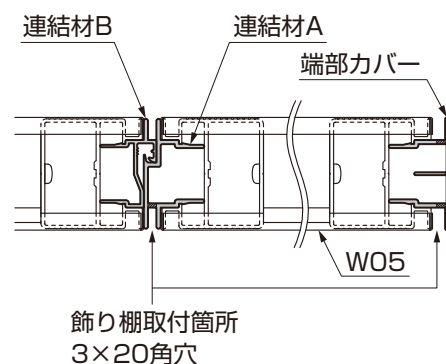

図4-9
- パーティションW05を使って飾り棚を取付ける場合は、連結材Aの取付け向きに注意してください。（図4-9参照）